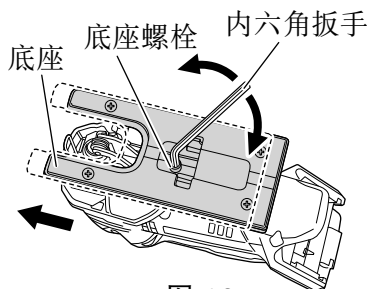

图 12
- (1) 用附在底座上的内六角扳手拧松底座螺栓，将底座完全向前移动。(图 12)